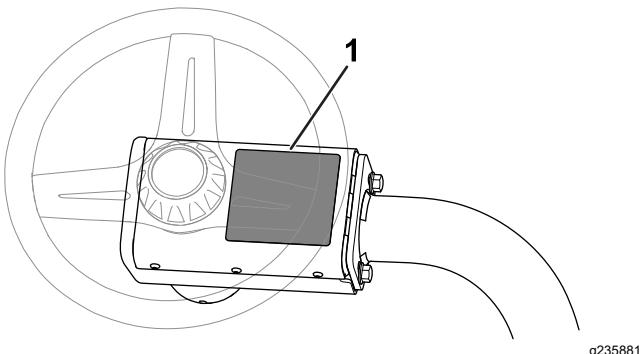

Figura 8
- Coloque la pegatina de advertencia CE (Pieza N° 136-8505) sobre la pegatina de advertencia existente (Pieza N° 136-8506). La Figura 8 muestra la ubicación de la pegatina de advertencia.